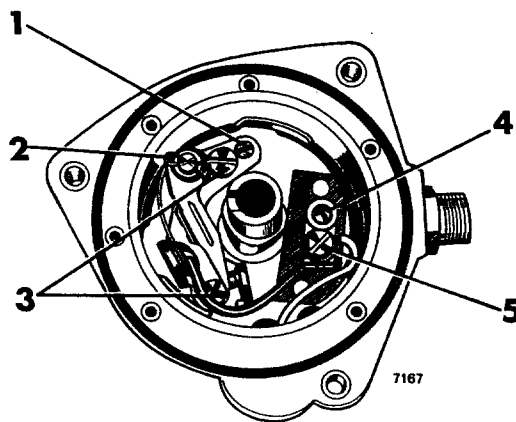

Fig 06-45. Brytarplatta med brytarkontakter
2. Lossa skruven 5 fig 06-45 och ta bort spårryttaren 2. Ta bort skruvarna 3 och lyft upp brytarkontakterna.
- B. Med tråd- eller bladmått mäts avståndet mellan kontaktene då dessa är som mest åtskilda. Avståndet skall vara 0,4—0,5 mm och justeras genom att skruven 3 fig 06-45 lossas och excenterskruven 1 vrids.
3. Lossa skruven 5 fig 06-45 och ta bort spärtryttaren 2. Ta bort skruvarna 3 og lyft opp brytarkontaktene.